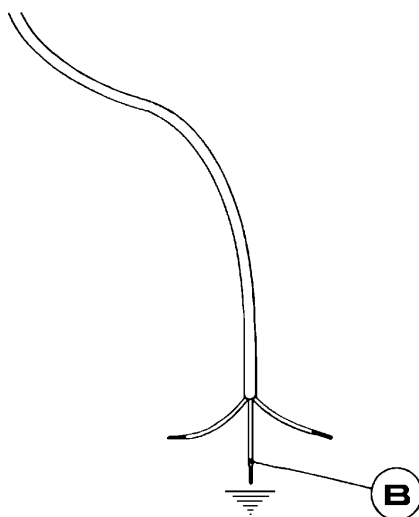

РИС. 17
*В случае замены подводящего кабеля провод заземления следует (B) оставлять длиннее проводов фазы (см. рис. 17), кроме того следует соблюдать правила, приведенные в разделе 8.*